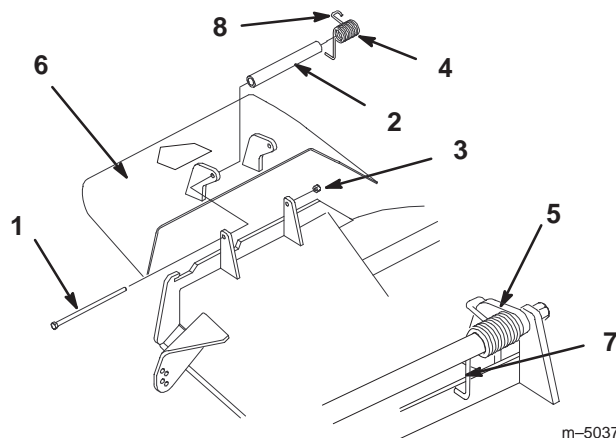

Figure 70
1. Retirez le contre-écrou, le boulon, le ressort et l'entretoise qui fixent le déflecteur aux supports de pivot (Fig. 70). Enlevez le déflecteur s'il est endommagé ou usé.
Remarque : Prenez soin de placer l'extrémité en **L** du ressort derrière le bord du plateau avant de mettre le boulon en place, comme indiqué à la Figure 70.
3. Remettez le boulon et l'écrou. Accrochez l'extrémité crochue en **J** du ressort au déflecteur d'herbe (Fig. 70).